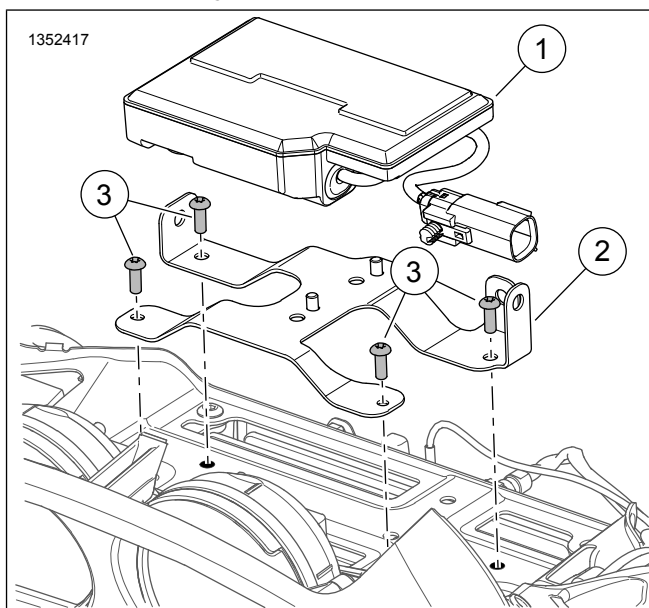
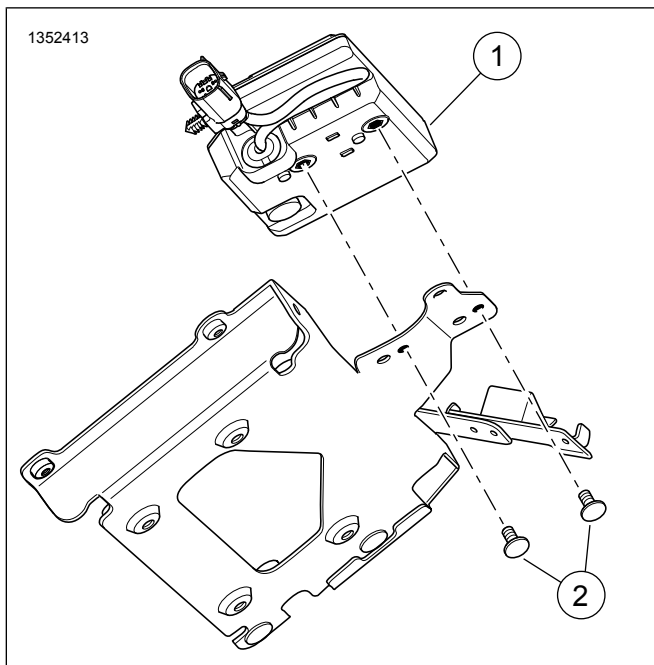

Рисунок 4. Кронштейн TCU
Рисунок 5. Винт TCU
10. См. рис. 4. Снимите кронштейн TCU (2) (при его наличии).
- а. Снимите четыре винта (3). Сохраните винты для последующего использования.
11. См. рис. 5. Расположите и установите TCU на кронштейн с помощью двух винтов. Затяните.